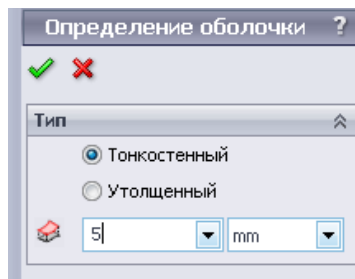

Рисунок 4.3 – Окно PropertyManager
2. В окне PropertyManager (Менеджер свойств), в разделе **Тип** выберите **Тонкий** (рис. 4.3).